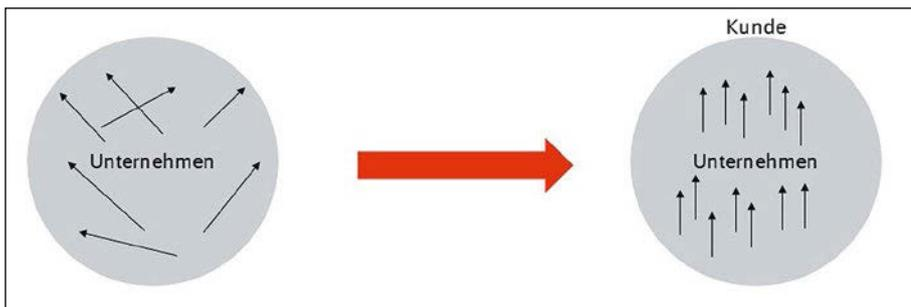

Abb. 2: Prozessorientierung
sich nach den Anforderungen des Anhangs II der (EU) VO 2019/779. Es müssen beim Aufbau jedoch die Organisation selbst und die Kunden der Instandhaltung mitberücksichtigt werden. Es ergibt für ein kleines Unternehmen keinen Sinn, ein komplexes und viel verzweigtes System aufzubauen. Ein Instandhaltungsmanagementsystem muss genau wie ein Qualitätsmanagementsystem verstanden, angewendet und gelebt werden. Die Prozesse müssen transparent an die Organisation und Kunden gerichtet sein und müssen zusätzlich die Anforderungen der Instandhaltung erfüllen. In Abb. 2 wird diese Prozessorientierung sichtbar. Weiterhin muss das Dokumentations-, Infor-